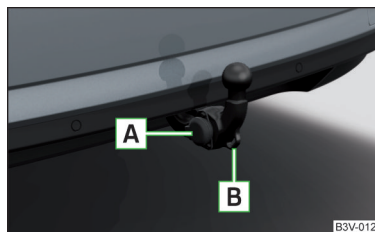

Abb. 221
- Den Stecker des Anhängerkabels in die 13-polige Steckdose **A** » Abb. 221 einstecken.